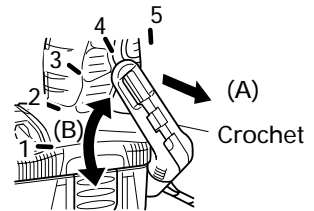

Fig. 5
(1) Ouverture du crochet
- Tirer le crochet vers soi dans le sens de la flèche (A), et le tourner dans le sens de la flèche (B) (Fig. 5).
- (2) Il est possible de régler la direction de la lampe dans la plage des positions 1 à 5 du crochet (Fig. 5).